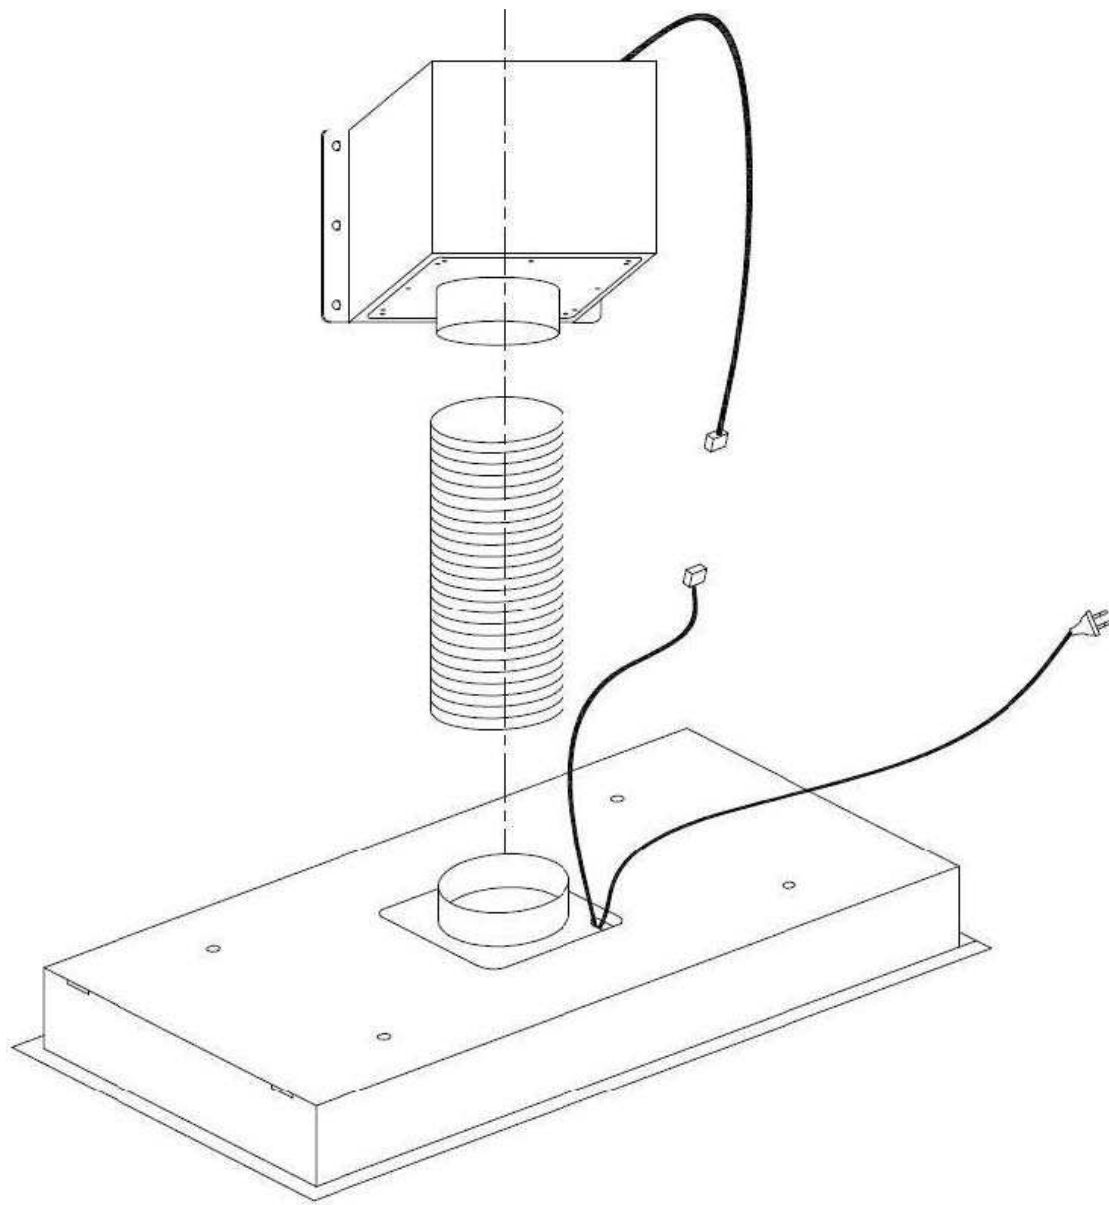

Abb. 8
- Alternativ können Sie den Motor auch an die Wand schrauben und dann die Dunsthaube darunter an eine Holzlatte (Abb. 8)